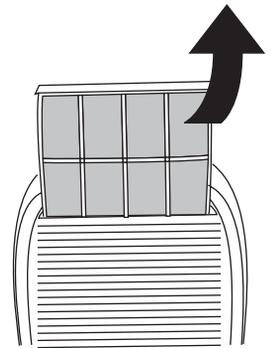

fig. 6
- Pour enlever le filtre, saisissez-le et tirez (Fig. 6).